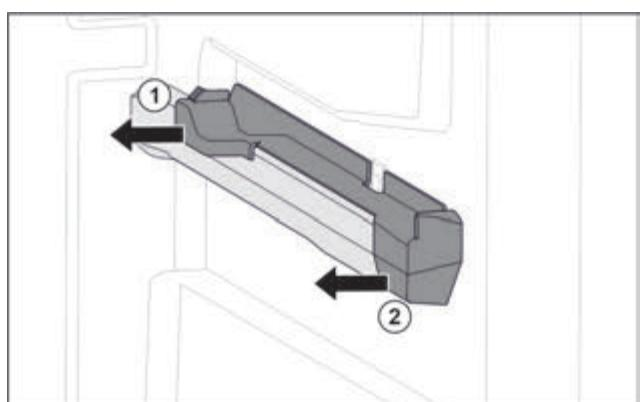

Fig. 93 Вставна частина на правому ребрі для резервуару
- Відсунути вставну частину назад вбік. Fig. 93 (1)
- Відсунути вставну частину вперед вбік. Fig. 93 (2)